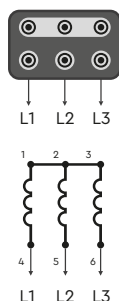

Рис. 2.1
- 7.2.9. При соединении трехфазного электродвигателя «звездой» концы его статорных обмоток соединяются вместе, соединение происходит в одной точке, а на начала обмоток подается трехфазное напряжение (Рис. 2.1)